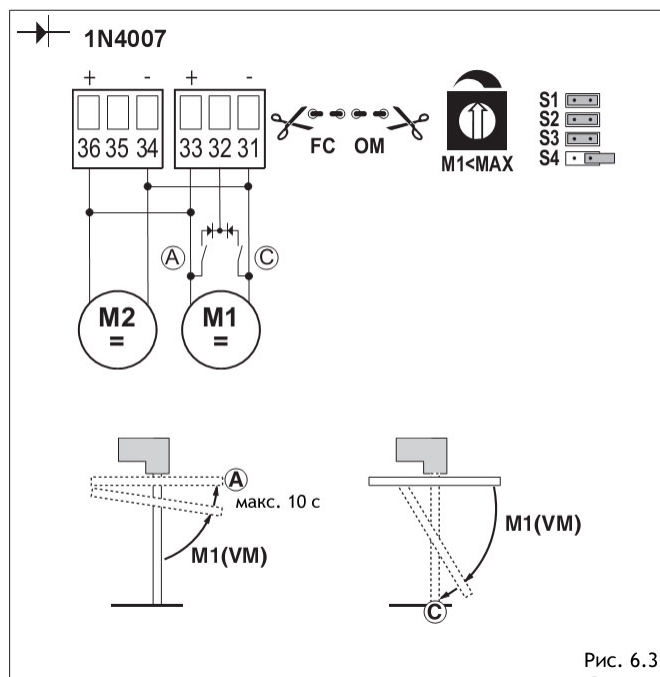

Рис. 6.3
- (Рис. 6.3) Использование с останавливающими концевыми выключателями.